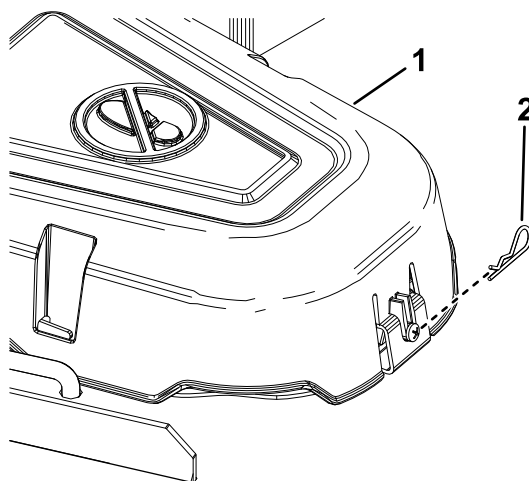

Figura 53
4. Remova o perno de gancho e empurre a patilha da tampa para remover as tampas das polias (Figura 53).